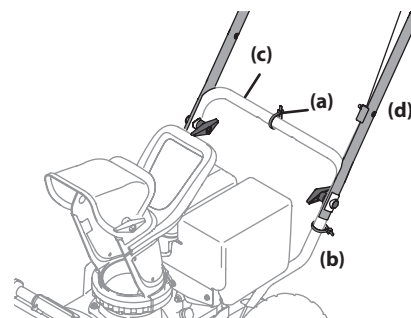

Figura 2-8
3. Deslice uno de los precintos flojos (a) desde el lado derecho de la barra de control inferior (b) hasta el travesaño de dicha barra (c). Deje el segundo precinto en su sitio a la derecha de la barra de control inferior (b). Consulte la Figura 2-8.
4. Eleve la barra de control superior (d) y ubíquela sobre la barra de control inferior (b), alineando los orificios de donde se retiraron las perillas de aletas. Consulte la Figura 2-8.